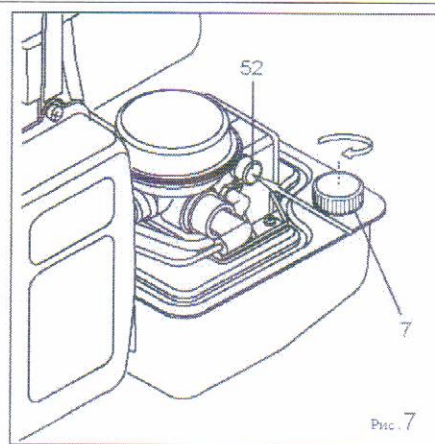

Рис. 7
6. После заправки крепко закрутите крышку бака (7) вручную. Нажмите кнопку остановки (52) топливного контроля полностью до состояния остановки, рис. 7.